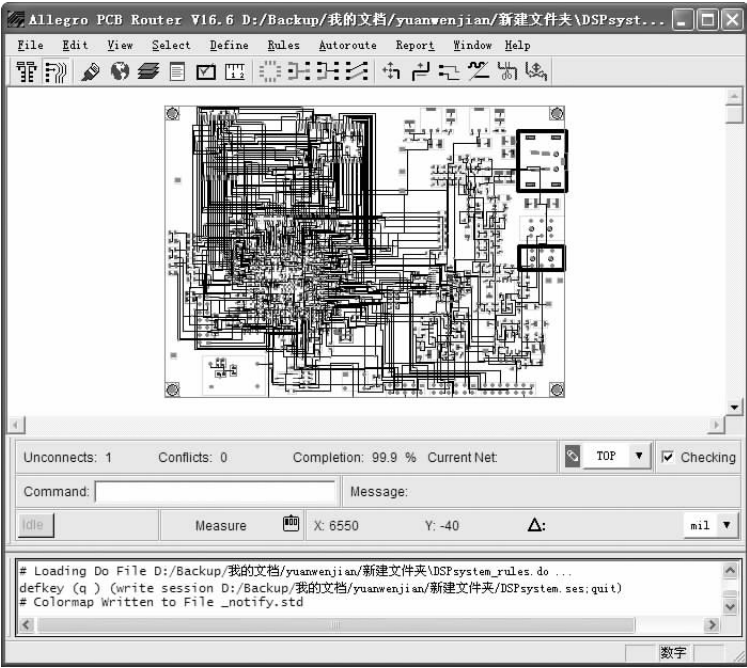

图 12-41 CCT 布线器窗口
(2) 间接启动
- 选择菜单栏中的 “Route (布线)” → “Route Editor (布线编辑器)” 命令, 进入 CCT 窗口, 如图 12-41 所示。